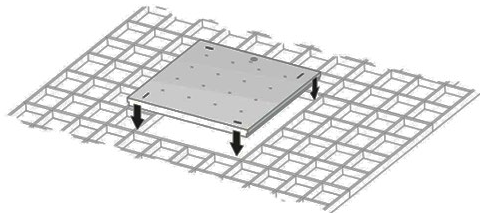

Рисунок 7 — Установка светильника Geniled серии Грильято на подвесную конструкцию.
5.3.3. Установите светильник Geniled на монтируемое место (Рисунок 7). Следите за тем, чтобы кабель не оказался зажат между элементами конструкции потолка и светильника. Убедитесь, что светильник надежно закреплен на потолке.